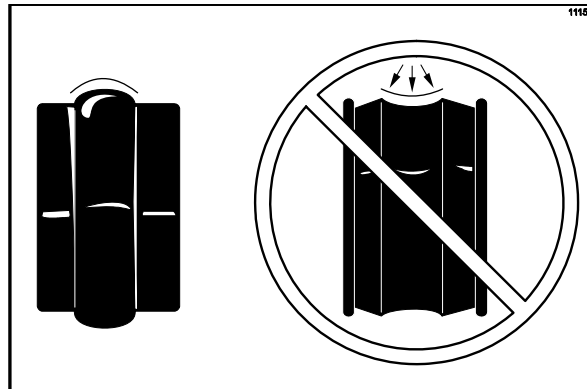

Figura 111
**Nota:** para assegurar que o produto não vaze para fora pela parte posterior do cilindro de congelamento, a seção intermediária do selo de vedação deve ser convexa ou se estender além do selo. No caso de a seção intermediária do selo de vedação ser côncava ou se estender para o centro, vire o selo às avessas. (Veja a Figura 111.)